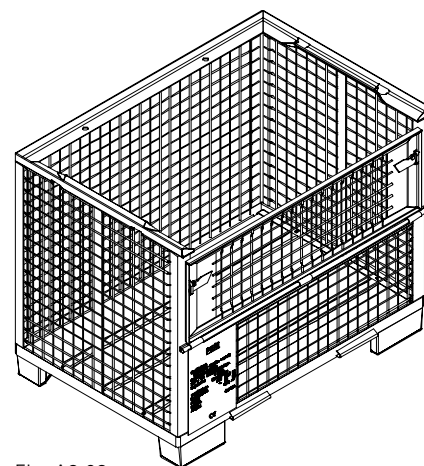

Fig. A2.02
6. Per movimentare i componenti della cassaforma-telaio, senza danneggiarli, è consigliabile utilizzare le barelle e i montanti accatastatori PERI (Fig. A2.02).